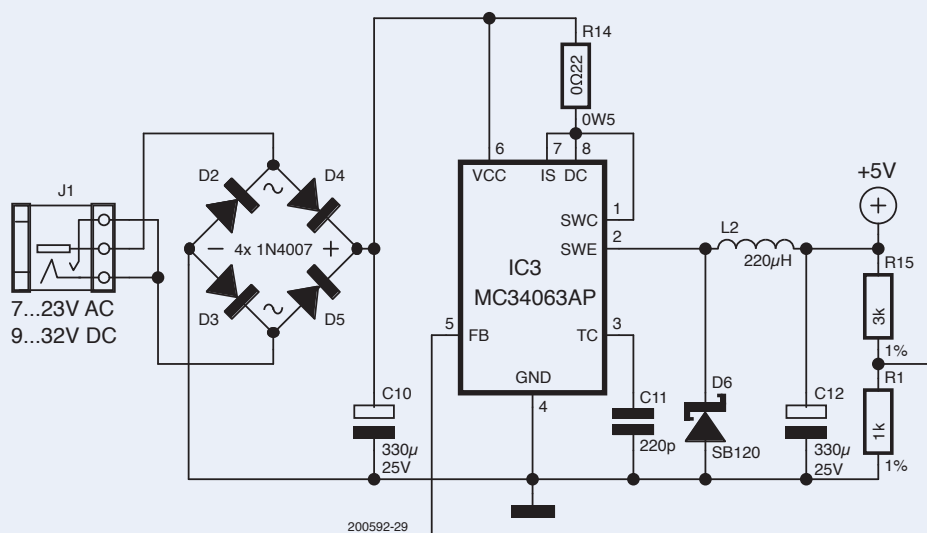

Figure 3. L'alimentation à découpage couvre une vaste plage de tension d'entrée.
Un MC34063 (IC3) monté en régulateur *buck* à découpage fournit la tension d'alimentation convenable de +5 V (**fig. 3**). La source d'alimentation CA/CC à l'entrée du circuit est redressée puis filtrée par le condensateur C10 avant d'entrer dans IC3. Le redresseur D2 à D5 permet l'alimentation en courant alternatif (CA) et en courant continu (CC) de polarité quelconque. Ainsi, l'appareil accepte à son entrée des tensions de 7 à 23 V_{AC} ou de 9 à 32 V_{CC}. La fréquence de découpage est voisine de 30 kHz. Le circuit complet ne consomme que 35 mA. Comme l'alimentation peut fournir jusqu'à 1,2 A, elle est très largement dimensionnée. La broche centrale du connecteur d'alimentation a un diamètre de 2 mm, compatible avec de nombreux adaptateurs standard.